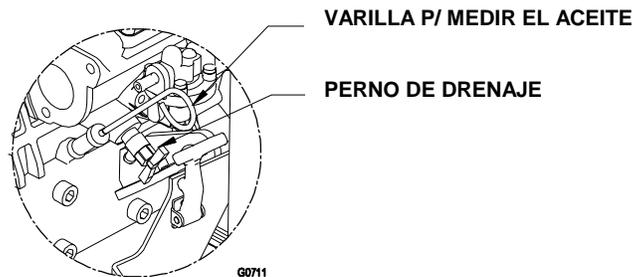
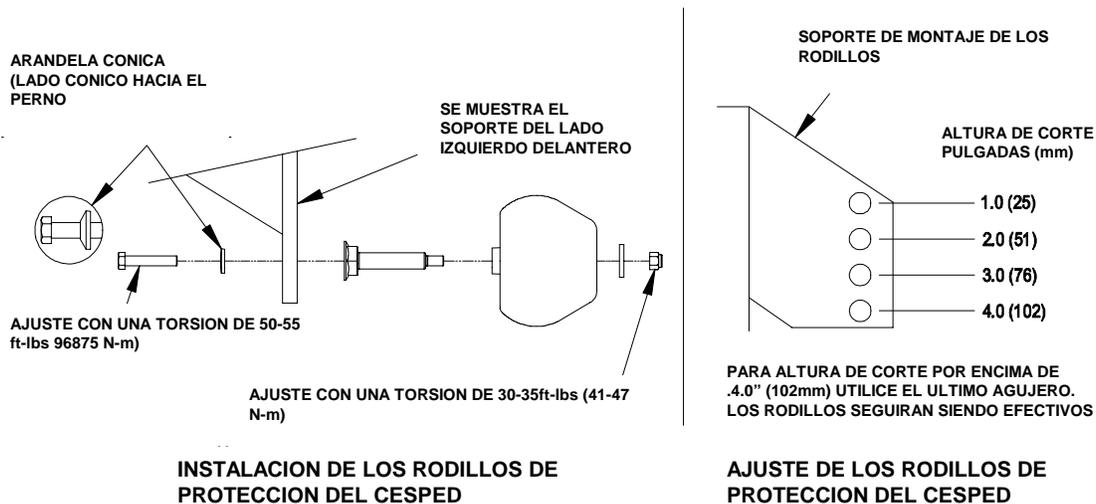

FIGURA 5
FIGURA 7
- g) Ajuste los rodillos para Condiciones Normales de Operación. Ubique los rodillos en una de las posiciones mostradas en la Figura 7. Los rodillos mantendrán un espacio libre de 3/4 de pulgada (19 mm) con el piso, para minimizar el roce con el césped y daños y desgaste en los rodillos.
Levante la plataforma a la altura de corte de 5" (12.7 cm.). Vea Figura 5. Ajuste la tensión del resorte hasta obtener la distancia apropiada entre las dos arandelas grandes. Vea Figura 7. El ajuste se hace girando la tuerca del frente de cada resorte (en dirección de la manecillas del reloj acortan el resorte y en contra de las manecillas del reloj alargan el resorte). Asegure en su lugar con la tuerca bloqueadora.